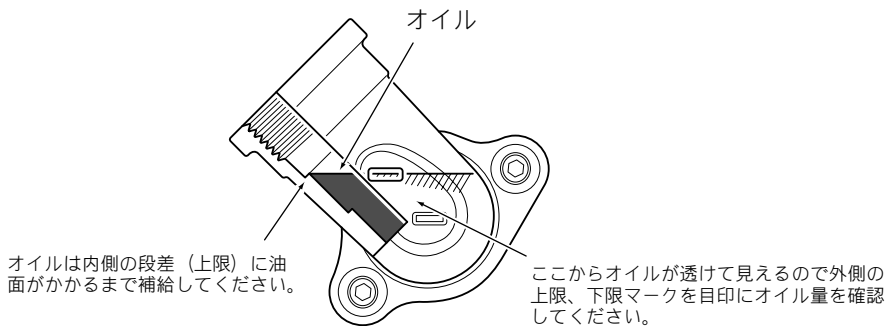

図 3
- ・ 不足している場合（下限位置付近までオイル油面位置が低い場合）、上限位置までオイルを補給してください。（図 3）
- (1) エンジンを水平にし、オイルキャップをはずしてください。
- (2) オイルを上限位置まで補給してください。(前頁図 3) 注入の時は、潤滑油給油容器を使用してください。
- (3) オイルキャップを確実に締めてください。